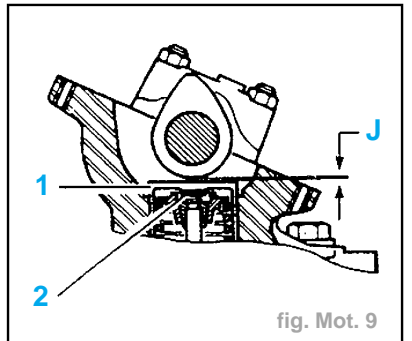
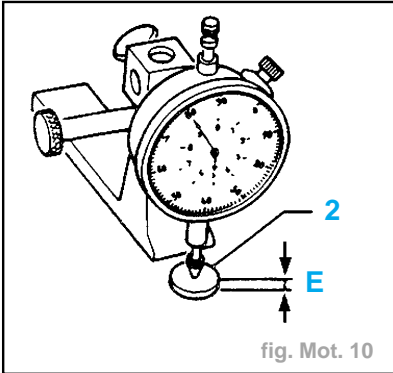

fig. Mot. 9
fig. Mot. 10
- Mettre la soupape d'échappement du cylindre n°1 en pleine ouverture et contrôler le jeu à la soupape d'échappement (4) et à la soupape d'admission (3).
- Contrôler avec une jauge d'épaisseur, le jeu entre lame et poussoir (fig. Mot. 9).
- Si les valeurs de jeux (J) relevées sont incorrectes (fig. Mot. 9), déposer :
- les poussoirs (1),
- les grains de réglage (2).
- Mesurer l'épaisseur (E) des grains de réglage (2) (fig. Mot. 10).